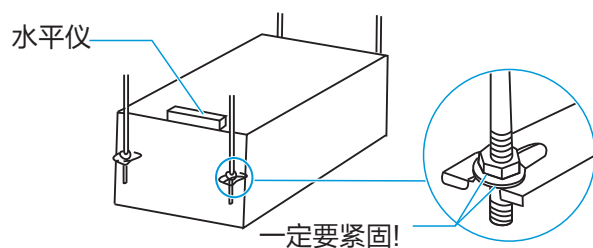

图2
3. 用水平仪确认机体的水平度。（严禁向非排水侧下斜，最好向排水侧有所下斜）见图2。